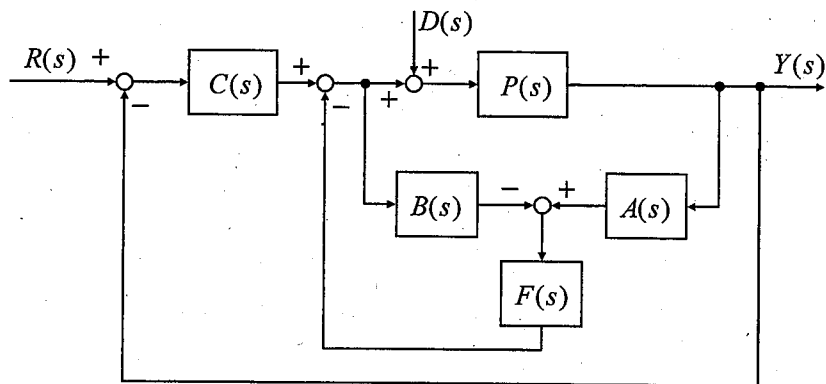

図 1 閉ループ系
I 図 1 に示す閉ループ系について、次の (1) ~ (5) の問いに答えよ。